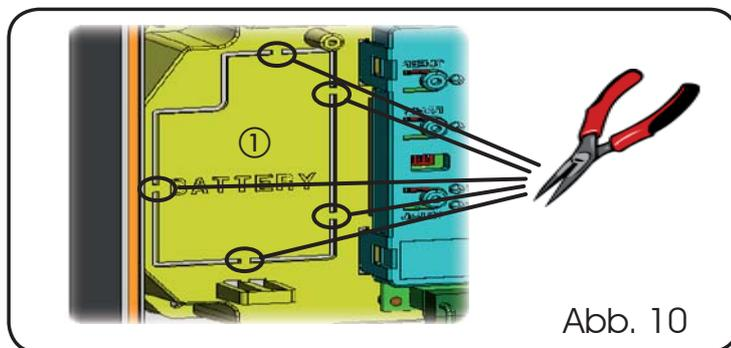

Abb. 10
wurde so ausgelegt, dass er in die Halterung der elektronischen Karte eingesetzt werden kann. Diese Halterung (Bez. ①, Abb.10) wurde so ausgebildet, dass die Öffnung des Batteriefachs möglich ist.